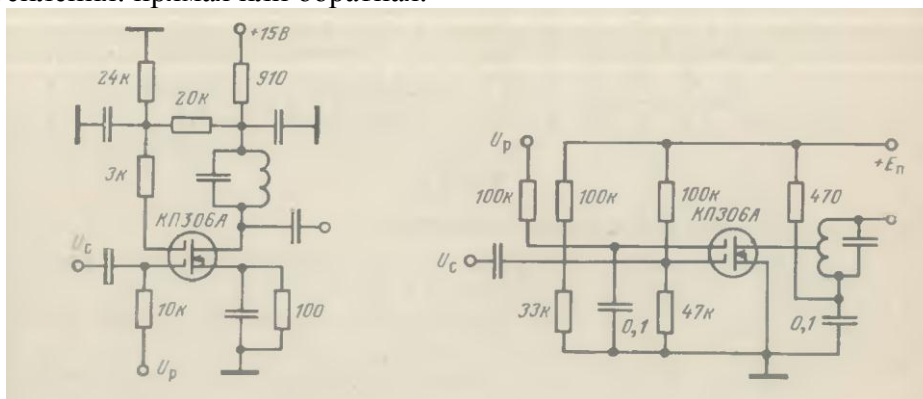

Рисунок 2
3. Амплитуда сигнала изменяется на входе приемника от 5 до 700 мкВ, на выходе может изменяться в диапазоне от 0,35 до 0,5 В. Параметры цепи обратной связи $K_d=0,5$, $K_f=1$, $K_{УПТ}=25$. В качестве регулируемых используются два каскада на транзисторах КП306А (рисунок 2). Определите, какая применяется регулировка усиления: прямая или обратная.